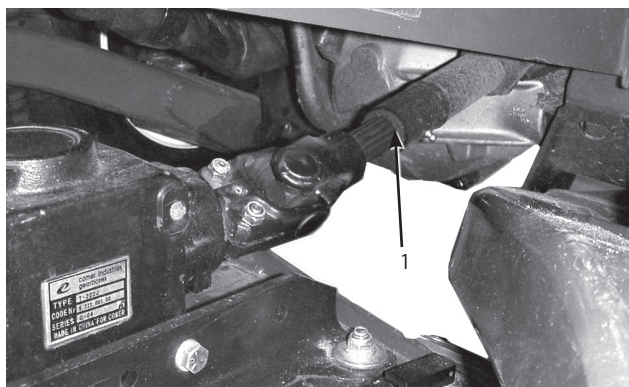

図24
5. PTO シャフトのオスメスの接続部分(図24)を解除して、カッティングユニットをトラクションユニットから引き出す。